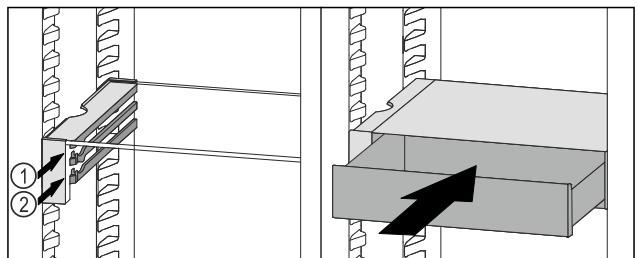

Fig. 134
- Așezați sertarul VarioSafe în spatele opritoarelor pe nervura dorită Fig. 134 (1) sau Fig. 134 (2).